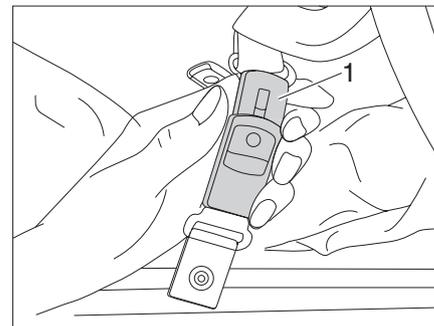

Bild 37 Sicherungsgurt schließen
- ▶ Sicherungsgurte (Bild 37,1) schließen.